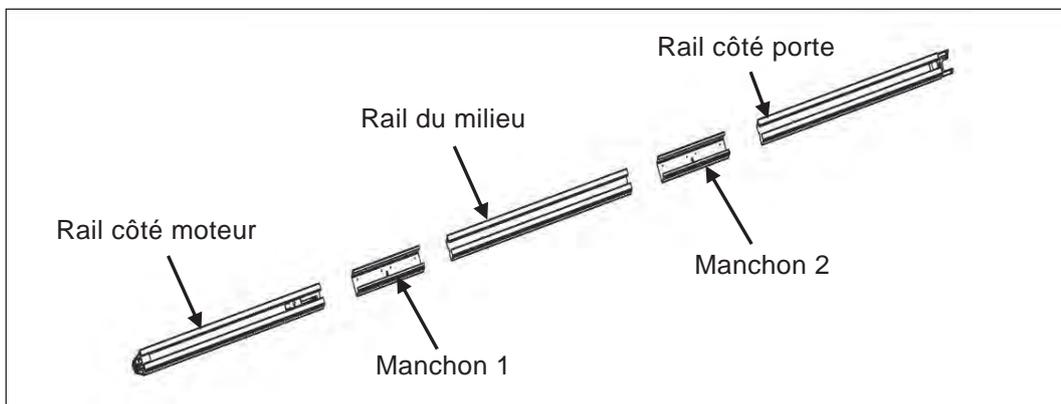

Fig. 8
2. Comme dans la Fig.8, faites glisser le 2ème manchon à l'autre extrémité du rail du milieu, faites glisser le rail dans la 2ème manchon ;